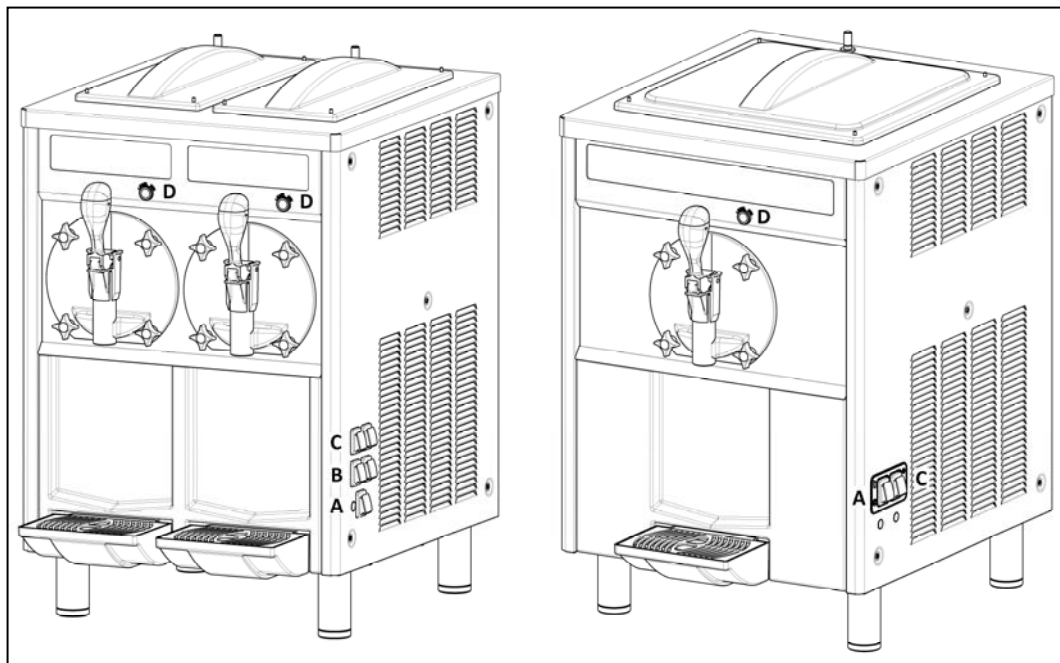

Fig. 7
- Lorsque le niveau du granité à l'intérieur du bac est inférieur au niveau minimum le voyant C s'allume (fig.7) sur la façade ; afin d'éviter qu'il y ait une formation excessive de glace à l'intérieur du cylindre, il faut procéder à la remise à niveau du réservoir supérieur.